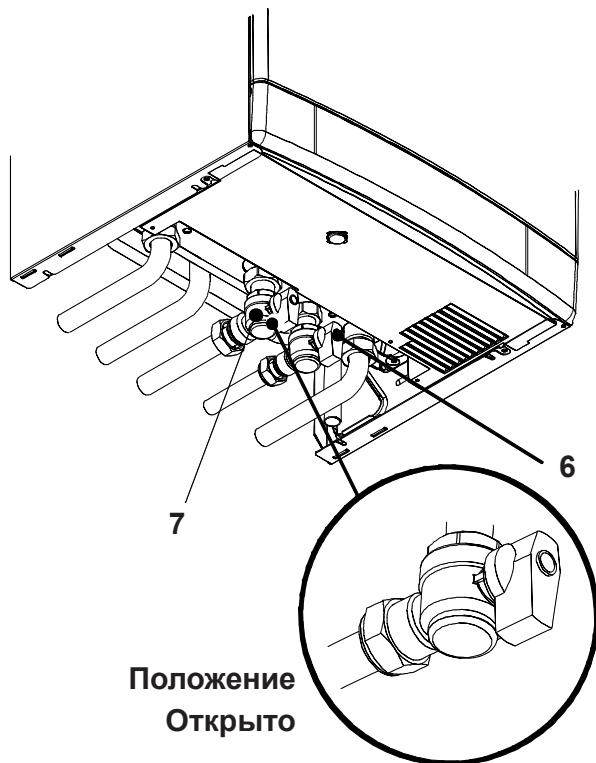

рисунок 6.1
- Откройте газовый кран 7 (рисунок 6.1) на устройстве и проверьте подключение на наличие утечек.